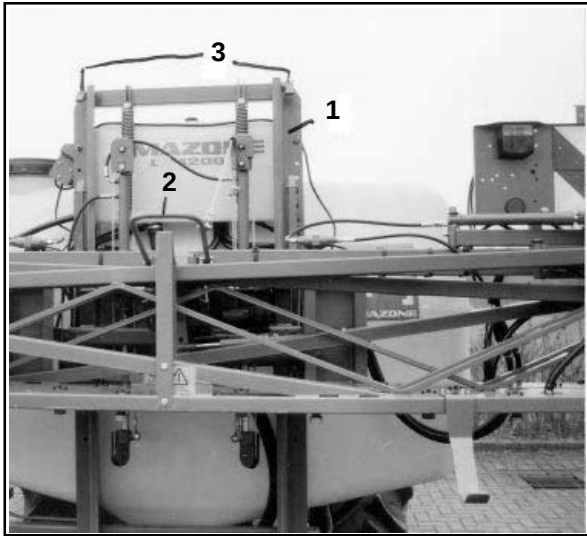

Fig. 10.8
- Levez la rampe encore repliée jusqu'à ce que le verrou de transport (fig. 10.8/2) se déverrouille (à peu près au 2/3 de la hauteur du bâti support de rampe).
- Déverrouillez la suspension autostable de la position de transport en montant la rampe jusqu'aux butées supérieures (fig. 10.8/3) (voir au chapitre 10.1.4.2).